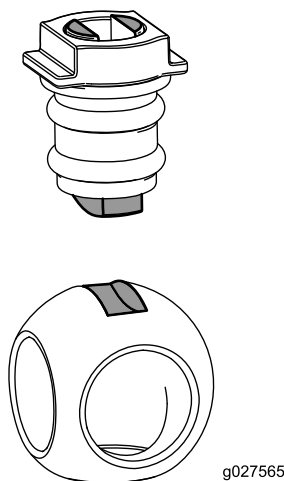

Рисунок 125
6. Вставьте шар в корпус клапана (Рисунок 125).
Примечание: Шток клапана должен быть установлен внутри паза привода шара. Если шток клапана не устанавливается в него, отрегулируйте положение шара (Рисунок 125).